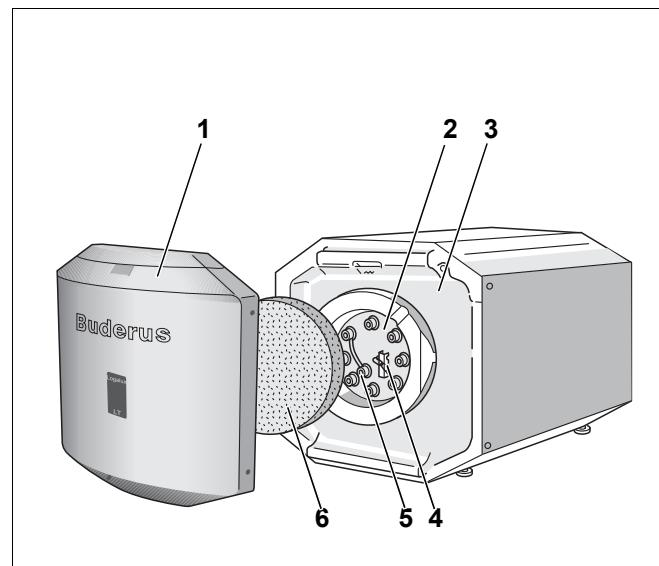

Рис. 1 Бак-водонагреватель Logalux LT135/1 – LT300/1
Коррозионная защита состоит из гигиенической термоглазури DUOCLEAN MKT и дополнительно из катодной защиты в виде магниевого анода (рис. 1, **поз. 5**), доступной через крышку люка (рис. 1, **поз. 2**).
- Крышка люка (рис. 1, **поз. 2**) для проведения техобслуживания и чистки.
- Термоизоляция (рис. 1, **поз. 3**)
Термоизоляция из не содержащего вредных веществ полиуретанового пенопласта нанесена непосредственно на бак. Термоизоляционный элемент (рис. 1, **поз. 6**) из пеноматериала уменьшает теплопотери через крышку люка.
- Накладной температурный датчик (рис. 1, **поз. 4**)